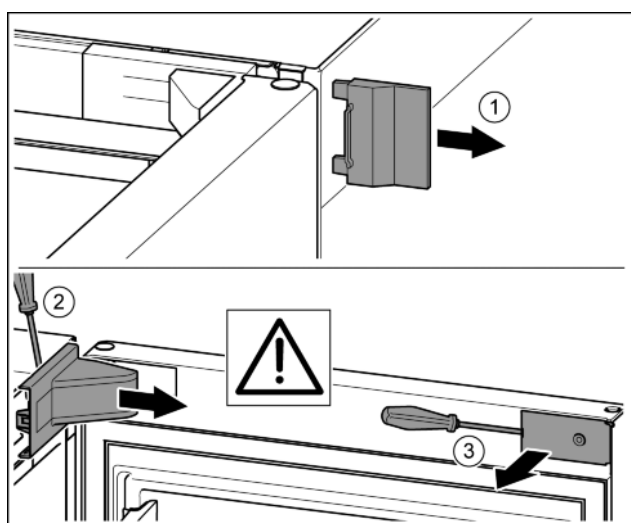

Fig. 9
- ▶ Zdjąć zewnętrzną osłonę. Fig. 9 (1)
- ▶ Przy pomocy śrubokręta wyczepić i poluzować osłonę płytki zawiasu. Zdjąć osłonę płytki zawiasu. Fig. 9 (2)
- ▶ Przy pomocy śrubokręta wyczepić zaślepkę i odchylić w bok. Fig. 9 (3)